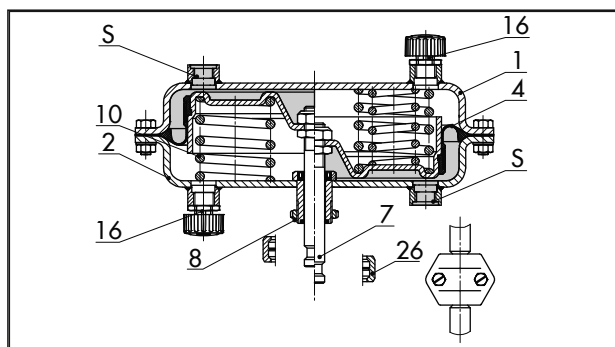

Рис. 7: Тип 3271 · правая половина с дополнительными пружинами
**Пояснение Рис. 7 по Рис. 13**